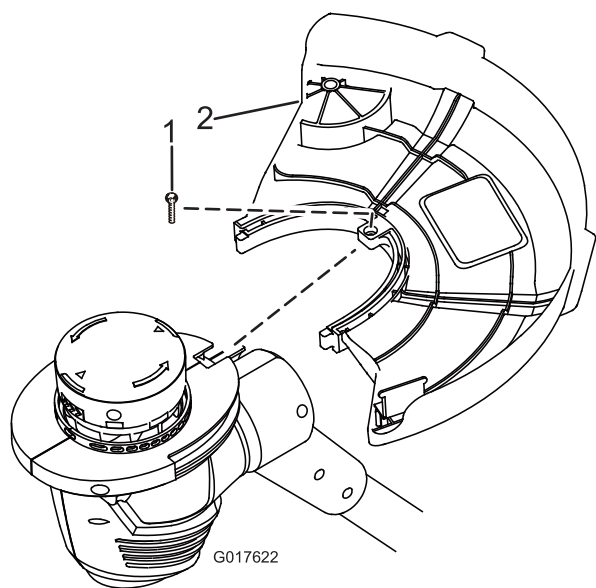

Figura 6
- Retire el tornillo de cabeza Phillips sujeta con cinta al protector (Figura 6).
- Deslice el protector sobre la base de la desbrozadora, según se muestra en Figura 6.